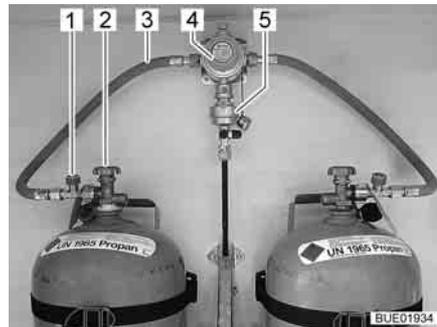
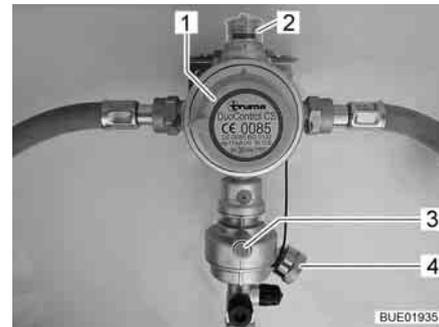

Fig. 81 Bombole del gas con DuoControl
Fig. 82 Impianto di regolazione DuoControl
L'impianto di regolazione DuoControl consiste in una valvola di commutazione (Fig. 81,4) e un sensore crash (Fig. 81,5). L'impianto di regolazione DuoControl è installato tra i tubi flessibili del gas (Fig. 81,3) con un dispositivo antirottura del tubo flessibile (Fig. 81,1). Con la manopola (Fig. 82,1) sulla valvola di commutazione è possibile stabilire quale delle bombole del gas viene utilizzata come bombola in uso e quale come bombola di riserva.
Nella finestra di controllo (Fig. 82,2) viene visualizzato lo stato del rifornimento di gas:
Il funzionamento con una sola bombola del gas è consentito, ma in questi casi il collegamento aperto deve essere assolutamente chiuso con una copertura cieca (Fig. 82,4).
**Sensore crash** Il sensore crash blocca l'alimentazione del gas in caso di forti vibrazioni (es. incidente). Il sensore crash viene azionato mediante pressione del tasto reset verde (Fig. 82,3).
**Dispositivo antirottura del tubo flessibile** Il dispositivo antirottura del tubo flessibile (Fig. 81,1) blocca il flusso di gas quando il tubo flessibile collegato si rompe. Il dispositivo antirottura del tubo flessibile deve essere attivato premendo il tasto verde.
**Centralina di controllo** Tramite la centralina di controllo (Fig. 83) è possibile attivare e disattivare l'alimentazione del gas tramite l'impianto di regolazione DuoControl. Le valvole principali di arresto (Fig. 81,2) delle bombole del gas e i rubinetti di arresto del gas degli apparecchi devono essere aperti manualmente.
- Con la manopola (Fig. 82,1) sulla valvola di commutazione selezionare la bombola del gas, da cui proviene la principale alimentazione del gas (bombola in uso). Girare la manopola fino all'arresto.
- Aprire le valvole principali di arresto (Fig. 81,2) delle bombole del gas.
- Premere il tasto verde del dispositivo antirottura del tubo flessibile (Fig. 81,1). Nella finestra di controllo (Fig. 82,2) viene visualizzato il simbolo verde.
- Chiudere le valvole principali di arresto (Fig. 81,2) delle bombole del gas.
Se la spia di controllo verde (Fig. 83,6) si spegne durante il funzionamento e la spia di controllo rossa (Fig. 83,5) si accende, significa che la bombola in uso è vuota e deve essere sostituita. Nella finestra di controllo (Fig. 82,2) viene visualizzato il simbolo rosso. La bombola di riserva continua ad alimentare le utenze a gas.
- Ruotare di mezzo giro la manopola (Fig. 82,1) in direzione della bombola del gas utilizzata. In questo modo questa bombola del gas ora è la bombola in uso, mentre la bombola del gas vuota diventa la bombola di riserva. Il simbolo nella finestra di controllo (Fig. 82,2) passa da rosso a verde.
- Chiudere la valvola principale di arresto (Fig. 81,2) della bombola del gas vuota. Osservare la direzione della freccia.
- Premere il tasto verde del dispositivo antirottura del tubo flessibile (Fig. 81,1).